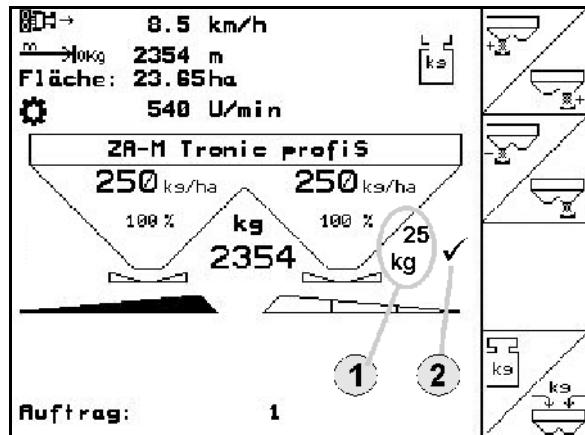

Fig. 21
- I arbeidsmenyen vises den utlagte gjødselmengden (Fig. 21/1).
- I arbeidsmenyen vises det når det er utlagt 200 kg gjødsel (Fig. 21/2).